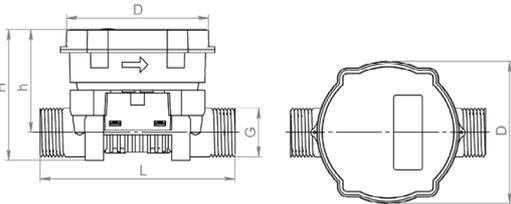

Abbildung 2.1 – Allgemeine Abmessungen
2.2 Die Abmessungen und das Gewicht des Zählers sind in der Tabelle 2.2 und in der Abbildung 2.1 aufgeführt.